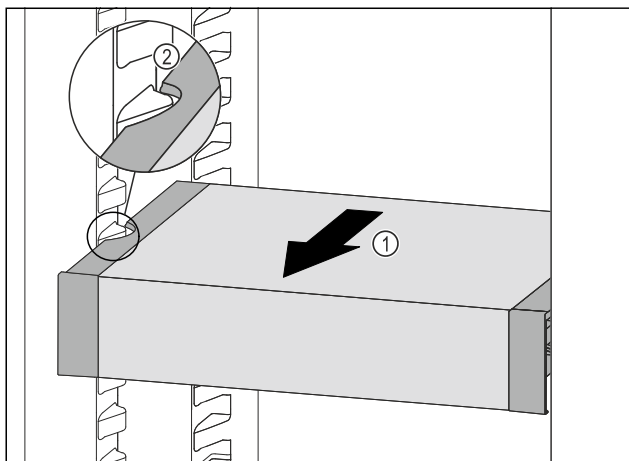

Fig. 132
- ▶ Вытягивайте VarioSafe вперед Fig. 132 (1), пока боковые выемки VarioSafe не окажутся на высоте выступа резервуара в холодильном отделении. Fig. 132 (2)